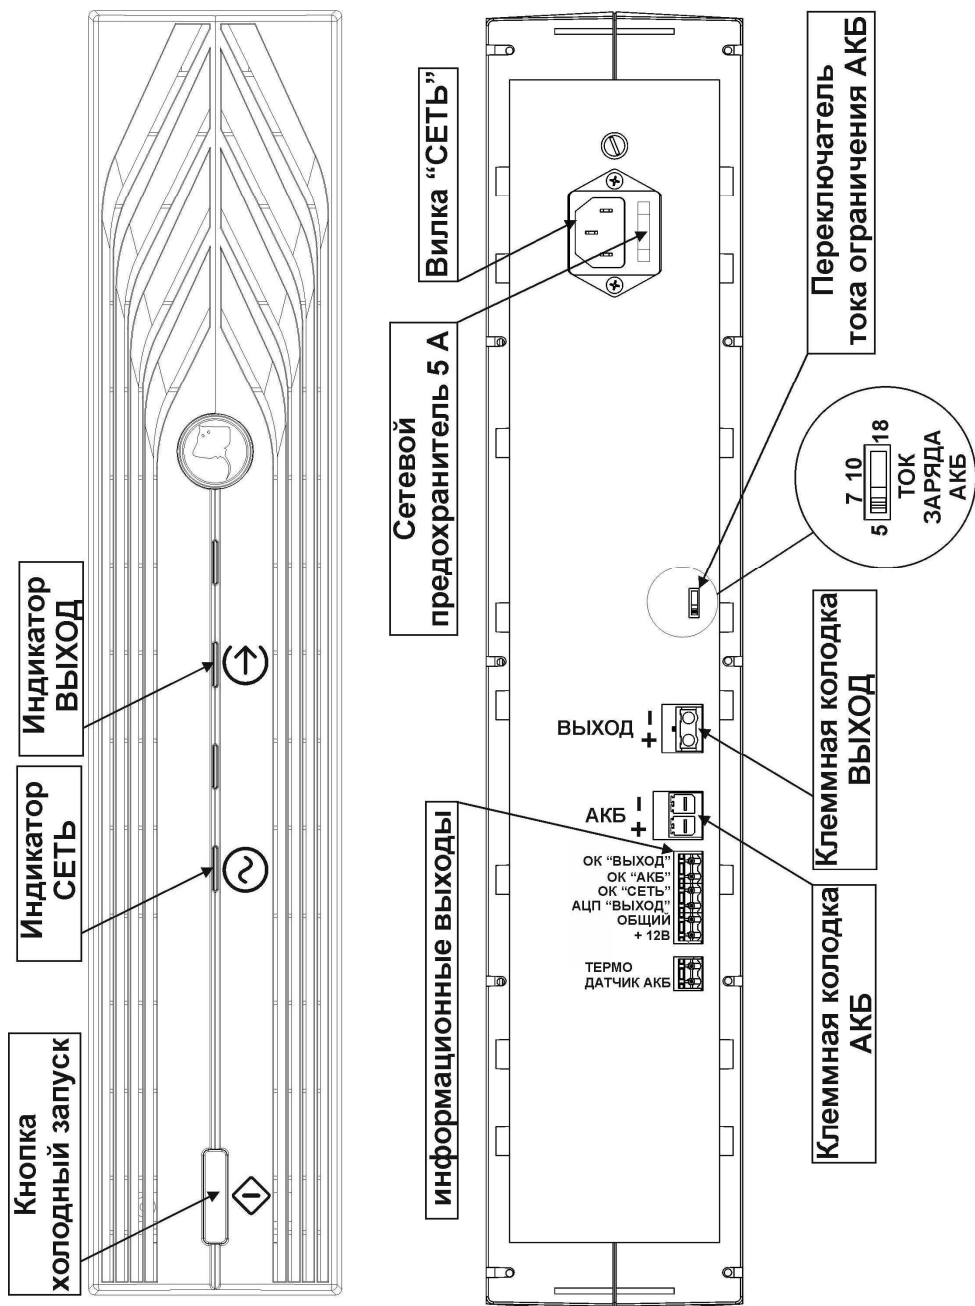

Рисунок 1 - общий вид изделия
**Изделие содержит следующие конструктивные элементы (см. рис. 1):**
Изделие обеспечивает ограничение тока заряда АКБ. Выбор одного из 4-х значений ограничения тока заряда АКБ осуществляется переключателем (см. рис. 1)
- подключите с соблюдением полярности к клеммам колодки «ВЫХОД» источника питания кабель питания нагрузки (см. рис. 1);
- проверить правильность произведенного монтажа в соответствии с назначением клемм подключения (рис. 1) и схемами подключения (рис. 4-6);
- проверить наличие и исправность сетевого предохранителя (см. рисунок 1);